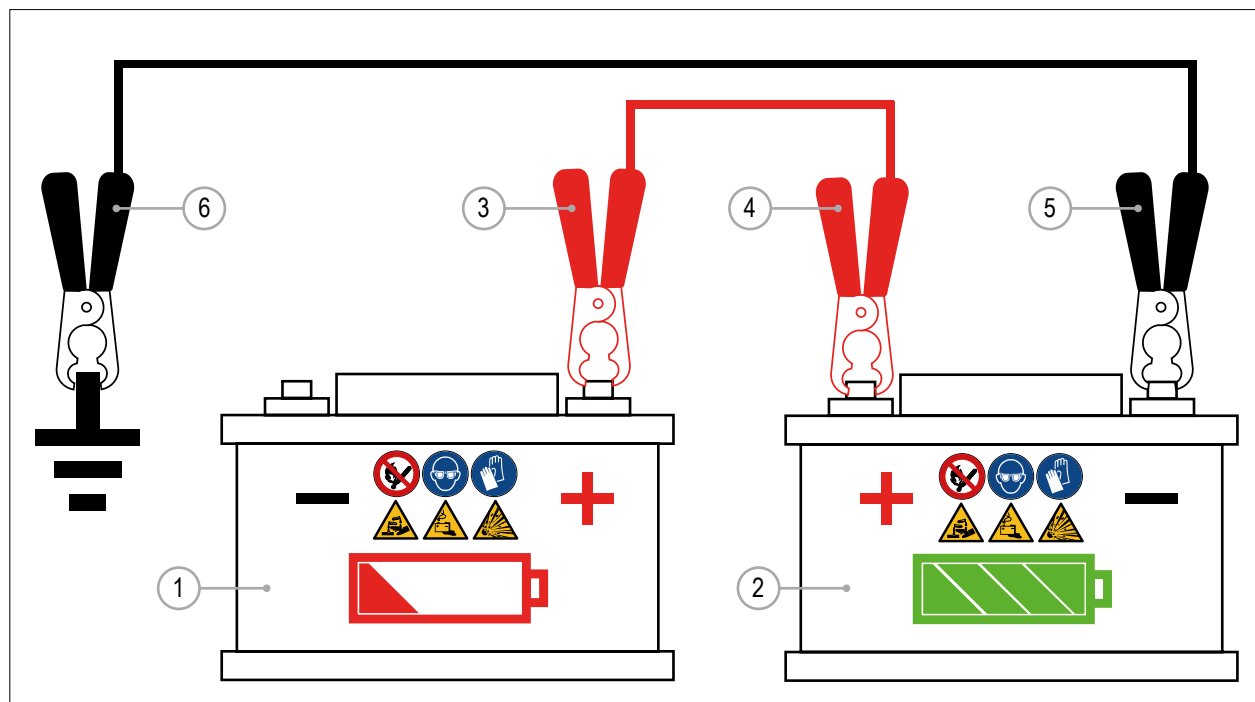

FIG. 28
Hvis maskinens batteri (FIG. 28 - Ref. 1) er defekt, kan motoren startes ved hjælp af et eksternt batteri og startkabler
- 3) Sæt startkablets (+) til maskinbatteriets +pol (FIG. 28 - Ref. 3). Du kan også forbinde den direkte med + polen på startmotoren
- 4) Forbind startkablet med det eksterne batteris +pol. (FIG. 28 - Ref. 4).
- 5) Forbind startkablet (-) til det eksterne batteris - pol (FIG. 28 - Ref. 5).
- 6) Forbind startkablet (-) til maskinens stel eller motor (ikke batteriets -pol) (FIG. 28 - Ref. 6).